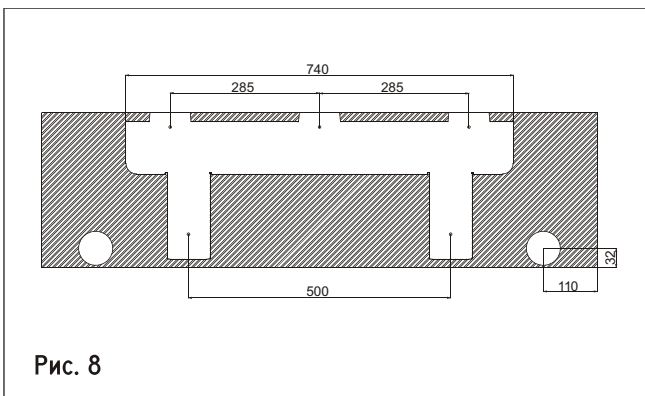

Рис. 8
1. Отметьте местоположение отверстия на любой из боковых поверхностей монтажной панели, как показано на рис. 8, и просверлите его под углом 50 по направлению вниз, как показано на рис. 9.